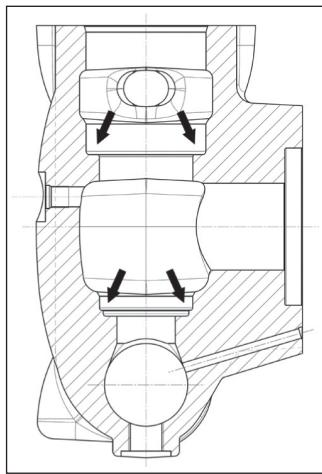

Fig. 98
Antes de volver a colocar los grupos de válvula, limpiar y secar perfectamente los correspondientes alojamientos en la cabeza tal y como indican las flechas (pos. ①, Fig. 98).